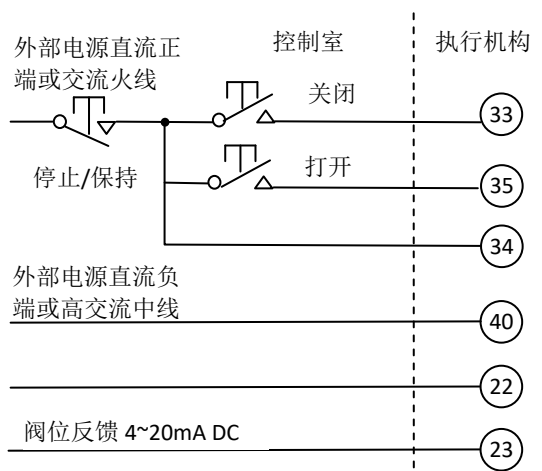

图 14-9 保持式打开、关闭停止控制
14.2.3 图 14-7~图 14-9 为外部 110V/220V 直流或交流供电
如果切换控制电路想采用外部 120~220V 或采用外部供电，用户可以参照图 14-1~图 14-9 远程开关量控制选用不同电源的设计思路进行设计。